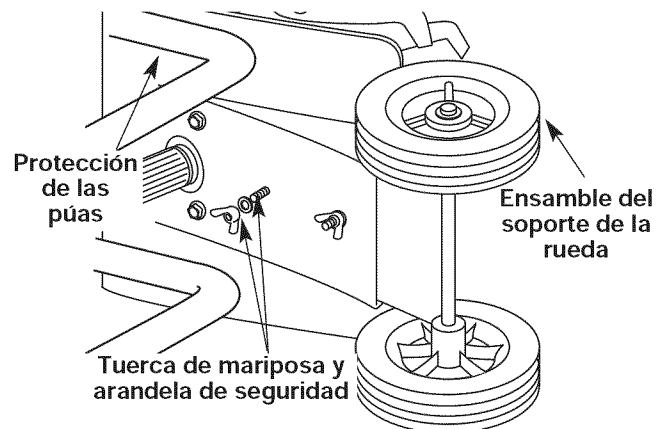

Fig. 3
1. Con la unidad sobre su lado, coloque el ensamblado de soporte de la rueda en el lado inferior de la protección de las púas (Fig. 3).
3. Instale una arandela de seguridad y una tuerca de mariposa en cada uno de los pernos de la parte superior de la protección de las púas (Fig. 3).